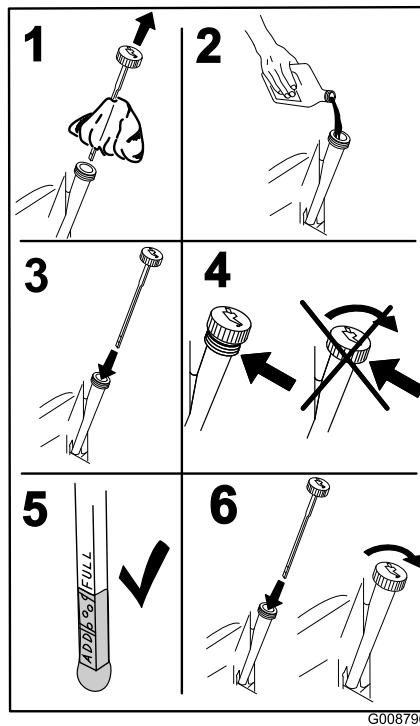

Figura 41
4. Vierta lentamente un 80% aproximadamente del aceite especificado por el tubo de llenado, luego añada lentamente el resto del aceite hasta que llegue a la marca **Full** (Figura 41).